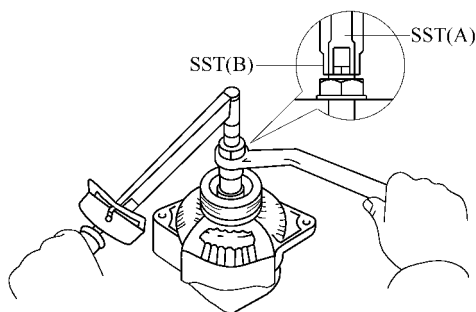

图 7-13 检查套筒扳手 A 是否被固定在转子轴上
1) 用扭力扳手固定在螺母套筒扳手 A，顺时针方向旋紧螺母套筒扳手 B 到规定力矩，检查套筒扳手 A 是否被固定在转子轴上，如图 7-13 所示。